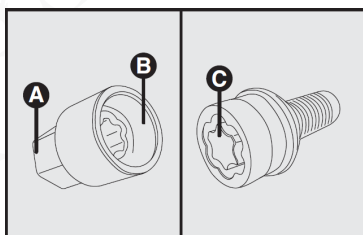

fig. 10
También, ciertas versiones cuentan con llave de seguridad (fig. 10). Proceda de la siguiente forma:
- Retire de la bolsa portaherramientas la llave de seguridad (fig. 10) que desasegura el birlo de seguridad.